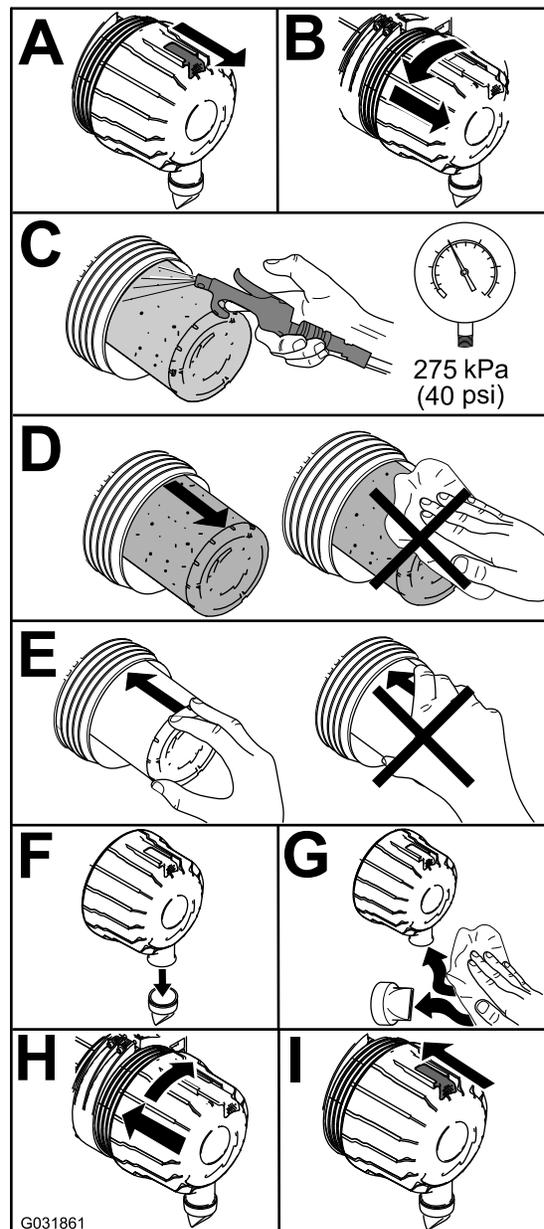

Figura 57
1. Sostituire il filtro dell'aria (Figura 57).